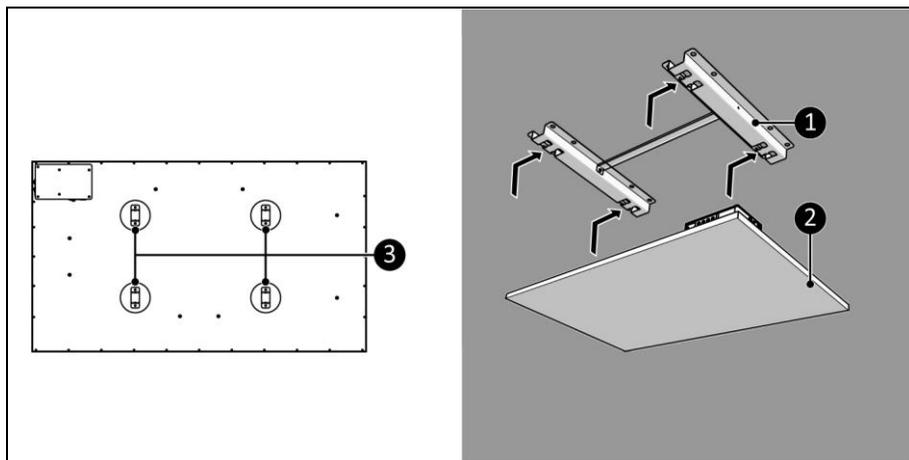

Figura 14
8. Amplasați suporturile dispozitivului (Figura 14, poz. 3) peste suportul de tavan (Figura 14, poz. 1).
9. Glišați dispozitivul (Figura 14, poziția 2) în orificiile suportului de tavan (Figura 14, poziția 1).